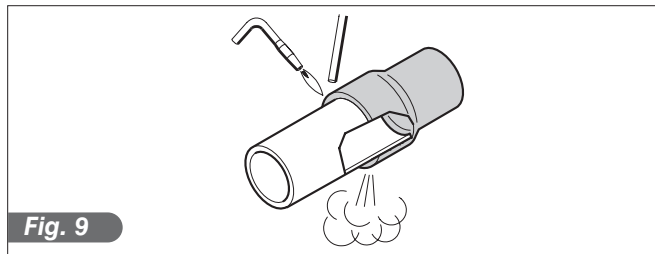

Fig. 9
- 3) Hermetiske svejsninger (Fig.9).